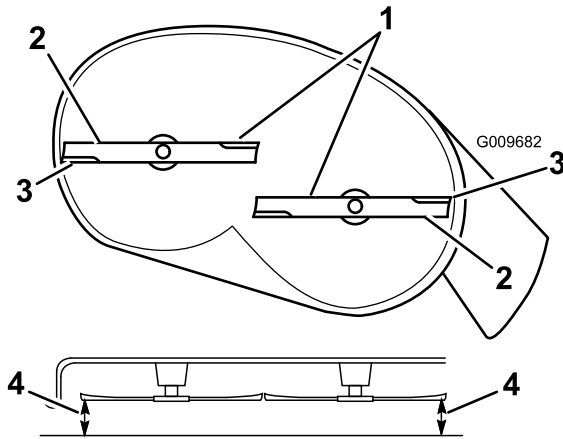

Figura 50
5. Gire cuidadosamente la(s) cuchilla(s) colocándola(s) perpendicularmente al sentido de avance de la máquina (Figura 50). Mida entre los bordes de corte exteriores y la superficie plana (Figura 50). Si hay una diferencia de más de 5 mm entre ambas dimensiones, se requiere un ajuste; siga con este procedimiento.